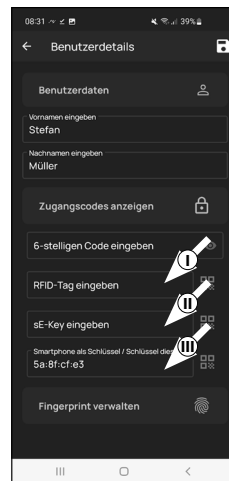

Fig. 4
- ! **Remarque :** Le profil d'utilisateur de l'administrateur a déjà été créé automatiquement en ouvrant la serrure par smartphone (III) (Fig. 4). Pour des utilisateurs complémentaires, vous pouvez enregistrer dans ce champ un autre smartphone en tant que clé électronique. Vous trouverez des instructions à ce sujet dans la notice principale, sur notre site web (voir lien sur la page de couverture).